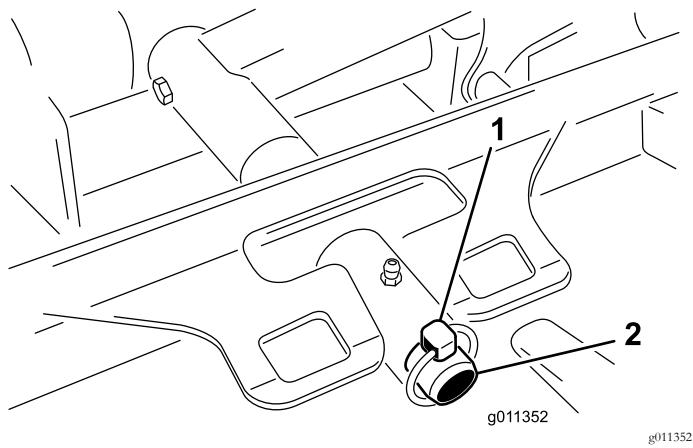

图72
3. 卸下将刀盘承载架固定至提升臂枢轴销的保险销仅限 Groundsmaster 4500 机器或锁紧螺母用于 Groundsmaster 4700 机器 图72。
2. 将刀盘承载架滑动至提升臂枢轴销上图72。用保险销用于 Groundsmaster 4500 机器或锁紧螺母用于 Groundsmaster 4700 机器将刀盘固定到枢轴销上。